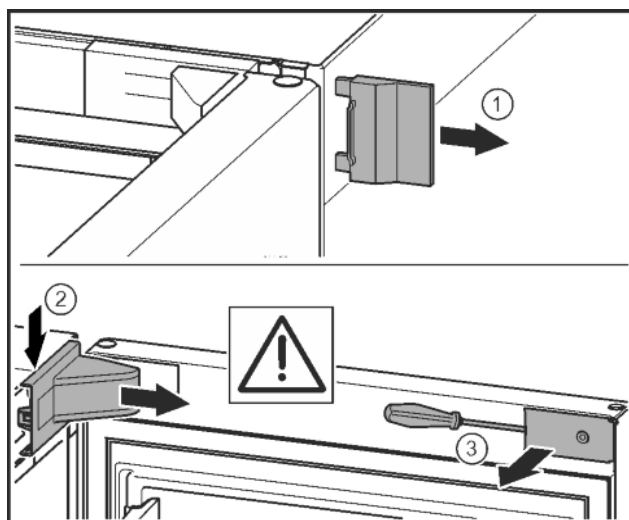

Fig. 7
- ▶ Sejměte vnější kryt. Fig. 7 (1)
- ▶ Odjistěte a uvolněte kryt stojanu ložiska. Sejměte kryt stojanu ložiska. Fig. 7 (2)
- Plochým šroubovákem odjistěte lištu a otočte ke straně. *Fig. 7 (3)*